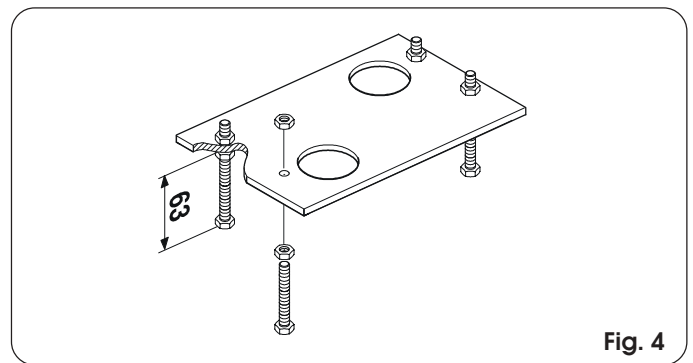

Fig. 4
- 1) Ensamble la placa de cimentación como se muestra en la Fig. 4.